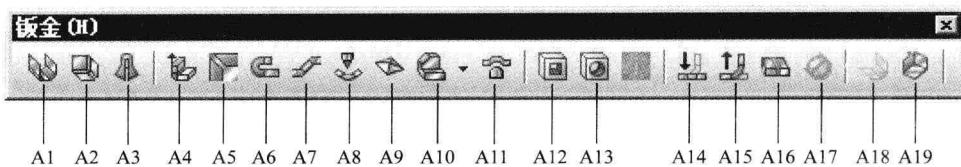

图 1.2.3 “钣金 (H)” 工具栏
活 ( | 钣金 ) 前的  按钮被按下), “钣金 (H)” 工具栏 (图 1.2.3) 显示在工具栏按钮区。